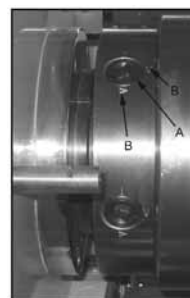

Fig. 3
5. Løft opp chucken til spindelsspissen og press den på spindelen. Dra den fast med chuckskrueene (en 1/4 omdr, medurs). Markeringen (A, fig. 3) på chuckskrueene skal stå mellom de to pilene når chuckskruen er dratt til (B, fig. 3). Om markeringen ikke befinner seg mellom de to pilene, ta av chucken igjen og juster tappene ved å enten skru dem ut en hel omdr (om stiften ikke butter i) eller skru dem inn en hel omdr (om stiften er utenfor markeringene).